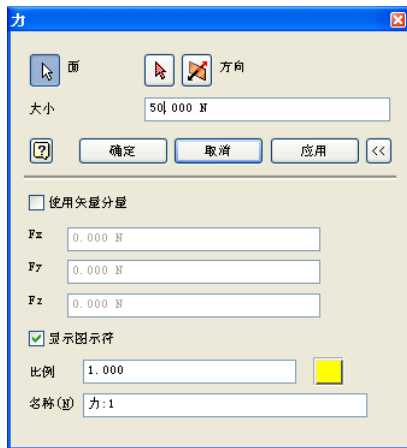

图 14-4 “力”对话框
(1) 单击【应力分析】标签栏【载荷】面板上的【力】工具按钮，打开如图 14-4 所示